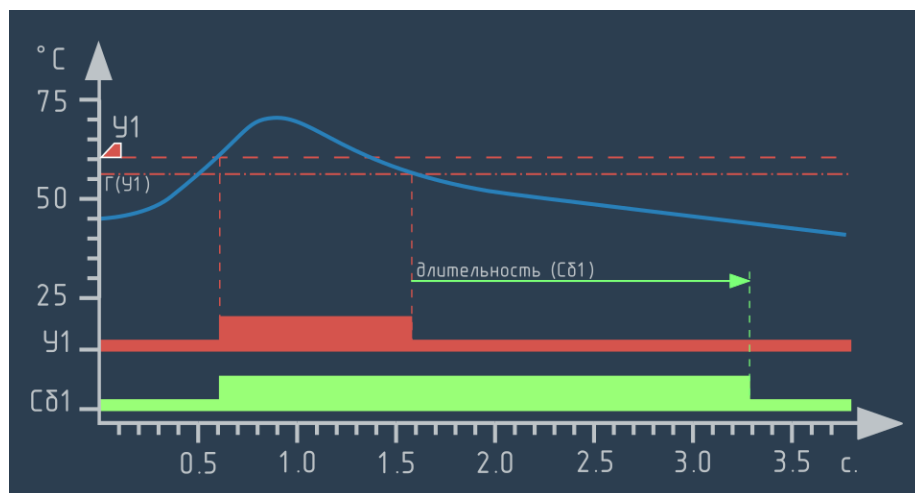

Рисунок 6.81 – График работы события для которого установлена "длительность" 1,7 с.
- ▶ "по времени" – длительность устанавливается в абсолютных единицах (см. рисунок 6.81);